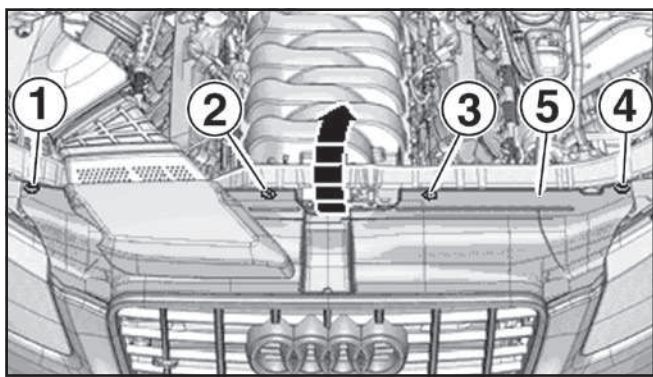

Fig. 1
- Desatornillar los tornillos (1), (2), (3) y (4) (Fig. 1).
- Levantar la tapa (5) del portacerradura y desengancharla de la rejilla de calandra.